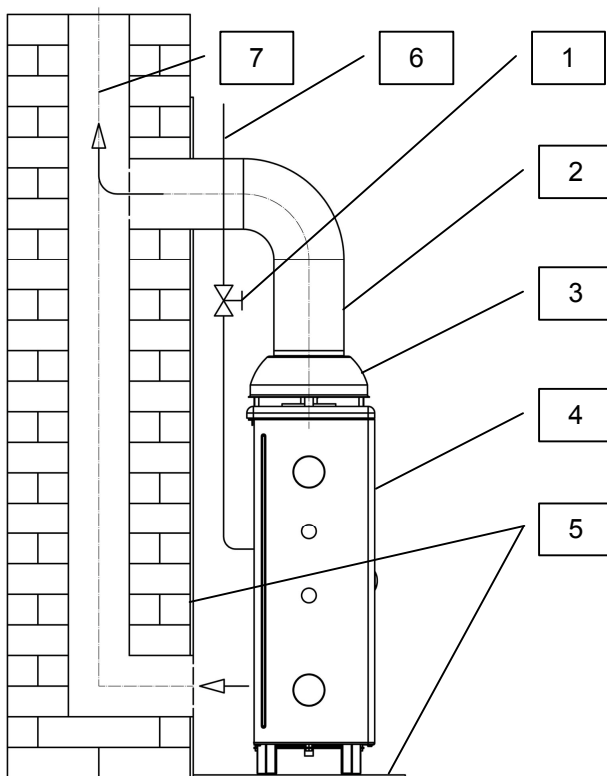

Рис.6 - підключення апарата до газопроводу і димоходу.
6.11 Відповідно до рис.6, зробіть підключення апарата до газопроводу і димоходу. На газопровідній трубі поз.6 перед апаратом обов'язково повинен бути встановлений газовий кран поз.1, який перекриває подачу газу до апарата.